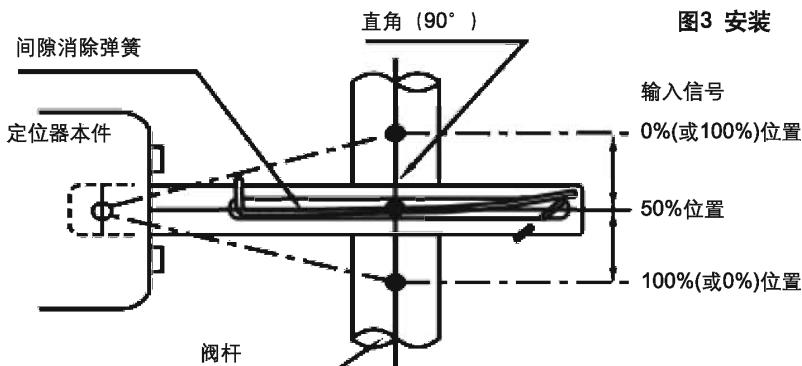

图4安装间隙消除弹簧
- ② 如图4所示，在输入信号12mA（50%）时，阀杆与反馈杆呈90度角的位置将反馈杆连接到调节阀上。务必设置间隙消除弹簧。
- ③ 性能最佳的行程为10~80mm，为了得到最佳的准确性和线性，反馈杆的动作角度最小10度，最大30度。
此时，注意不要丢失补偿弹簧 (参考图4)。节流孔装上后务必再拧紧4个螺栓。